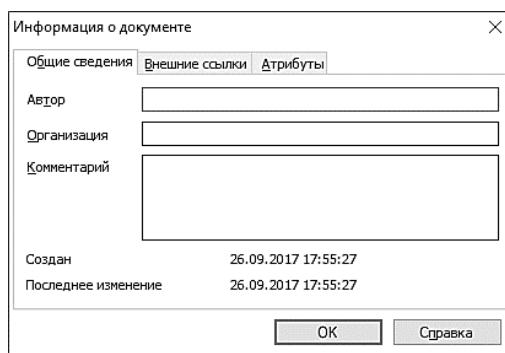

Рис. 85. Информация о документе
2.19.4 В окне Информация о документе нажмите кнопку **ОК** – документ будет записан на диск (рис. 85).